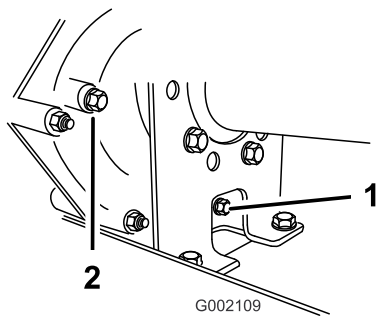
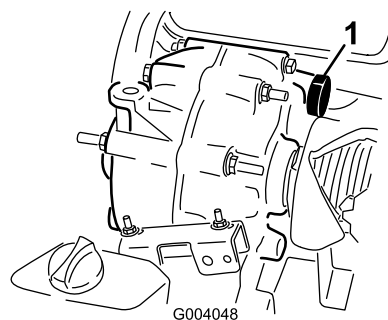

Рисунок 62
Рисунок 63
2. Тщательно протрите места вокруг пробок заливного и сливного отверстий ветошью (Рисунок 62).
4. Снимите пробку заливного отверстия, повернув ее против часовой стрелки (Рисунок 62).
5. Снимите пробку заливного отверстия, повернув ее против часовой стрелки (Рисунок 62).
6. Установите пробку сливного отверстия с прокладкой в сливное отверстие трансмиссии и затяните (Рисунок 62).
7. Долейте в бак (Рисунок 63) через заливное отверстие приблизительно 1,4 л рабочей жидкости указанного типа или доведите уровень рабочей жидкости в трансмиссии до нижней части резьбы (Рисунок 62).
8. Установите и затяните пробку заливного отверстия с прокладкой в заливное отверстие трансмиссии (Рисунок 62).
10. Проверьте уровень рабочей жидкости и добавьте ее, если уровень рабочей жидкости находится ниже резьбовой части заливного отверстия (Рисунок 62).